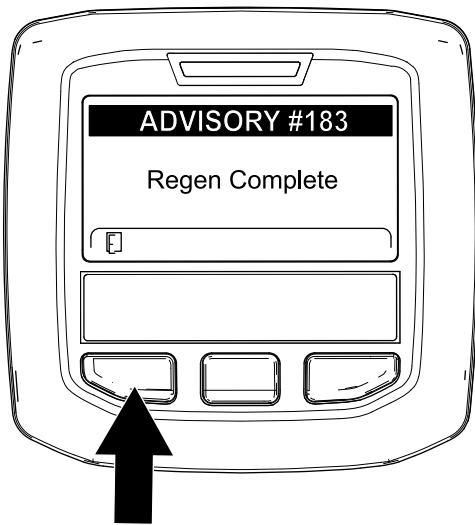

図 65
**注** 再生に失敗した場合は、インフォセンターにアドバイス No. 184 図 65が表示される。左ボタンを押してホーム画面に戻る。